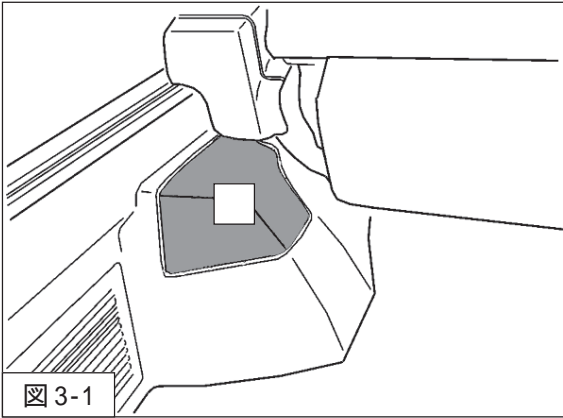

図3-1
2. アクスルビームをジャッキで下から支えながら、サイドサービスホールカバーを取外してください。(図3-1)